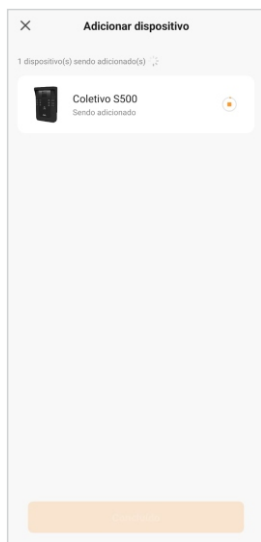

Figura 9
6. Na próxima tela (figura 9), aguarde até que seu smartphone se comunique com o porteiro e vincule o mesmo a sua conta.